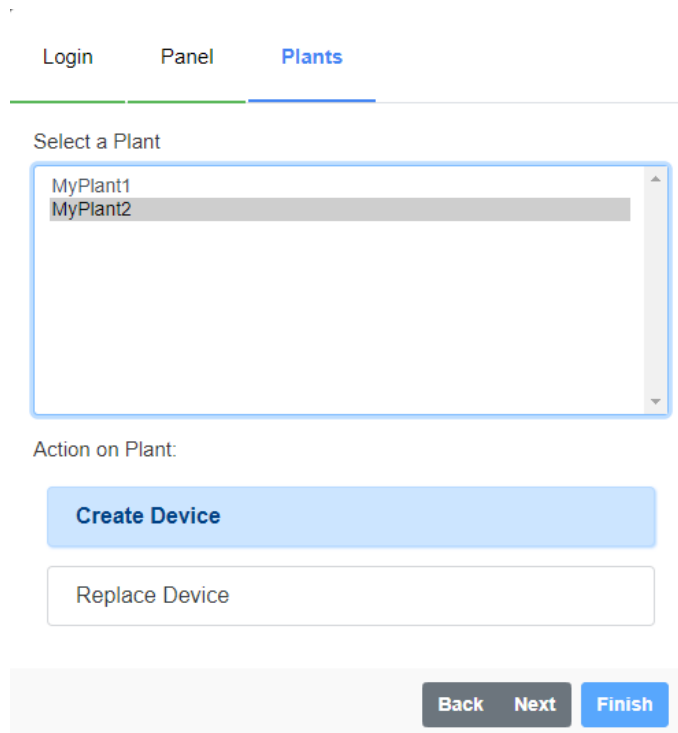

Figura 6.17: Acción en la planta del MFM del Drive Scan
- avance al **Paso 13** (si opción “Create Device” - Figura 6.17);